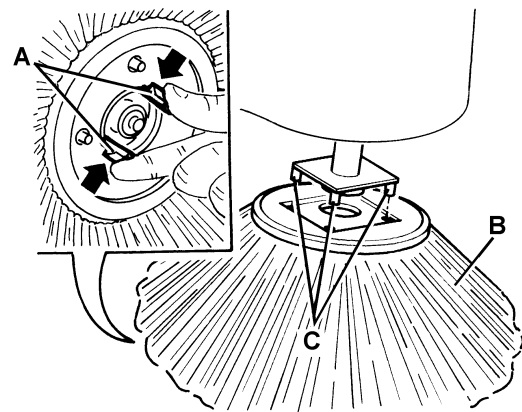

Figure 9
1. Amener la machine sur un sol plat et activer le frein de stationnement au moyen de la pédale (4) et du levier (3).
2. Tourner la clé de contact (82) sur "0".
3. Insérer la main à l'intérieur du balai latéral et appuyer sur les languettes (A, Fig. 9) vers l'intérieur, puis enlever le balai (B) en le dégageant des quatre pivots (C).
4. Installer le nouvel balai latéral dans la machine en l'engageant dans les pivots (C, Fig. 9) et dans les languettes (A).